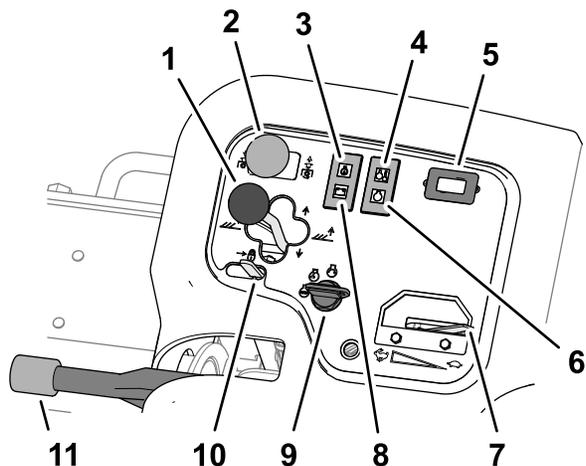

Рисунок 43
- Чтобы опустить режущие блоки на землю, переведите рычаг перемещения режущего блока вперед в положение ОПУСКАНИЕ (Рисунок 43).
Переключатель привода режущего блока (Рисунок 43) имеет 2 положения: Включить и Выключить. Этот кулисный переключатель приводит в действие электромагнитный клапан в группе клапанов, который включает привод режущих блоков.
Контрольная лампа давления масла (Рисунок 43) загорается, если давление масла в двигателе падает ниже безопасного уровня.
Сигнальная лампа (Рисунок 43) загорается, если температура охлаждающей жидкости слишком высокая. При такой температуре режущие блоки выключаются. Если температура охлаждающей жидкости поднимается еще на 5,5 °С, двигатель останавливается для предотвращения повреждения.
Счетчик моточасов (Рисунок 43) показывает полную наработку машины в часах. Счетчик моточасов начинает работать при установке замка зажигания в положение «Вкл.».
При включении свечей предпускового подогрева загорается соответствующий индикатор (Рисунок 43).
При перемещении рычага дроссельной заслонки (Рисунок 43) вперед скорость двигателя увеличивается, а при перемещении назад — уменьшается.
Индикатор генератора (Рисунок 43) выключается, когда двигатель работает. Если индикатор
Выключатель зажигания (Рисунок 43) используется для запуска двигателя и включения световых приборов. Выключатель зажигания имеет 3 положения:
Переместите фиксатор рычага подъема (Рисунок 43) назад для предотвращения опускания режущих блоков.
При выключенном двигателе необходимо всегда включать стояночный тормоз (Рисунок 43), чтобы предотвратить непреднамеренное движение машины. Для включения стояночного тормоза потяните рычаг вверх; для выключения стояночного тормоза опустите рычаг вниз.